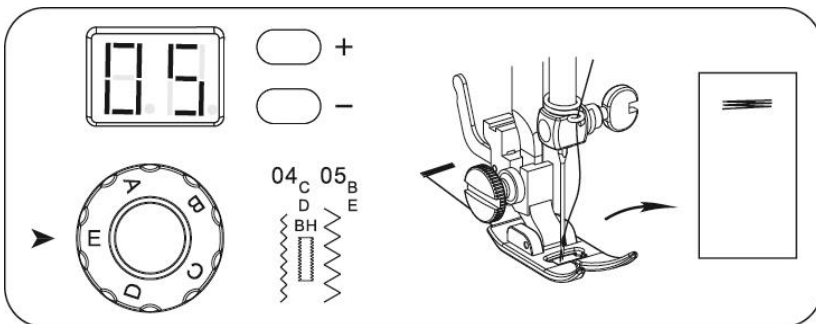

Abb. 19
2. Schalten Sie die Maschine ein und nähen Sie 5 bis 6 Stiche mit dem Fußpedal. Unterbrechen Sie dann. (Abb. 19)